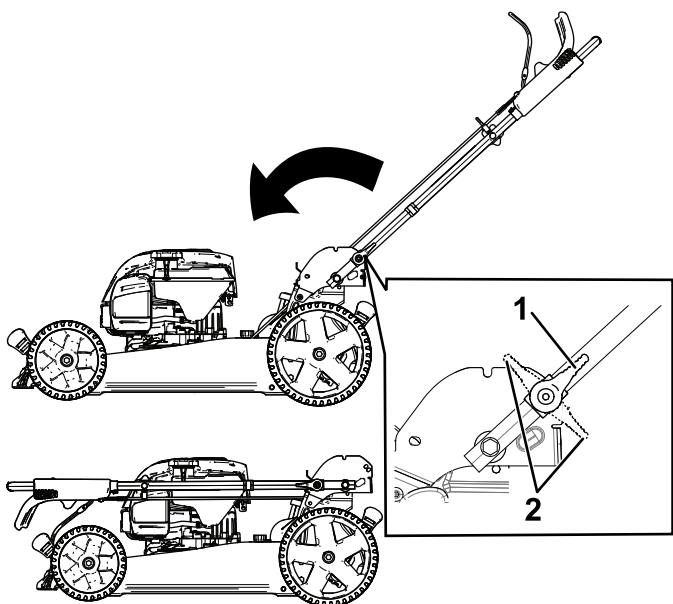

Figura 22
3. Desengate os bloqueios dos manípulos (Figura 22).
4. Dobre o manípulo totalmente para a frente (Figura 22).